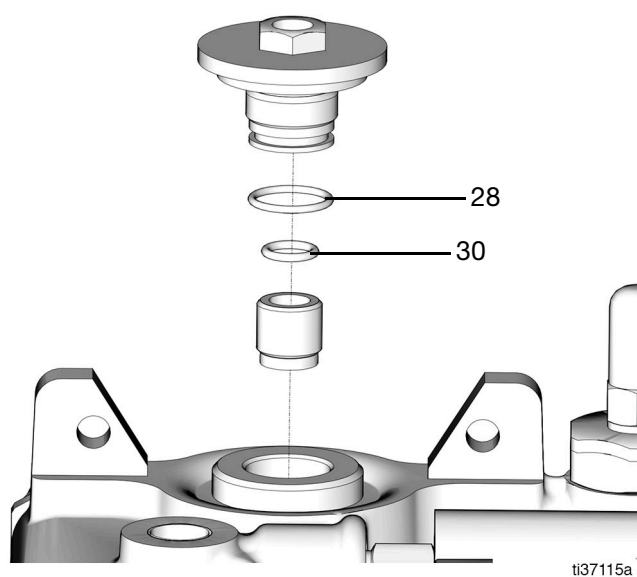

図 51
3. 保持ナット (9) の内部の O リング (30) を新しい O リングと交換し、グリースを少し塗ってください。 (図 51)。
4. 保持ナット (9) の外部の O リング (28) を新しい O リングと交換し、グリースを少し塗ってください (図 51)。